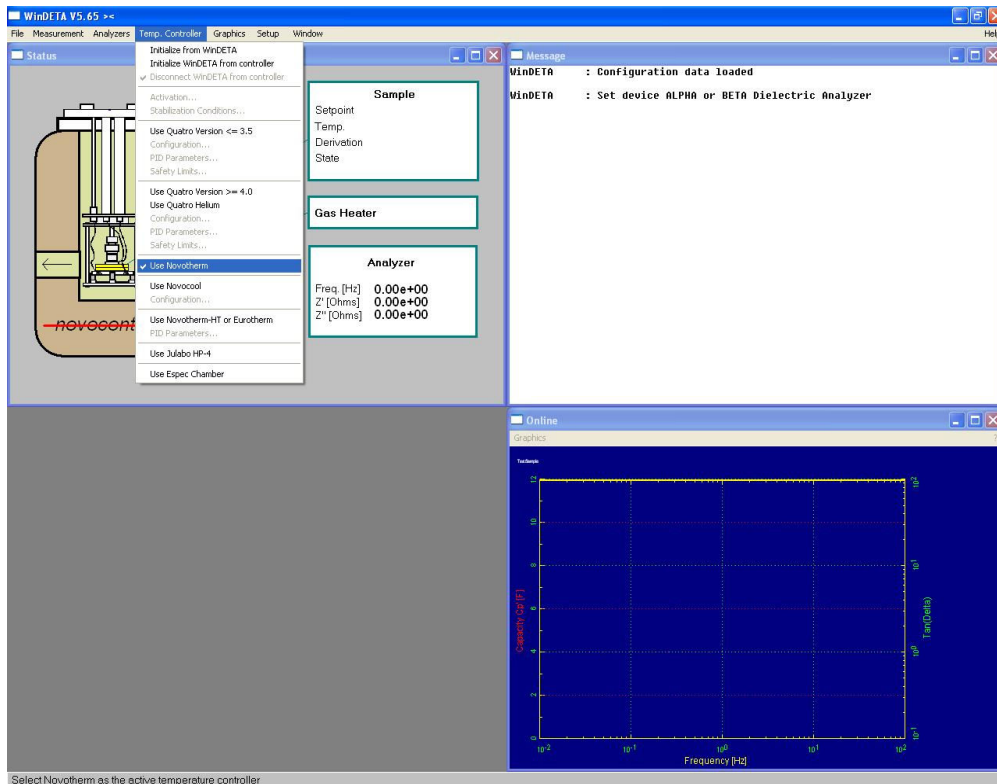

Fig.7. Setarea controlerului de temperatură
- c) Pentru a indica analizorului care este controlerul de temperatură utilizat, din meniul **Temp. Controller** se selectează **Use Novotherm** (fig.7.).